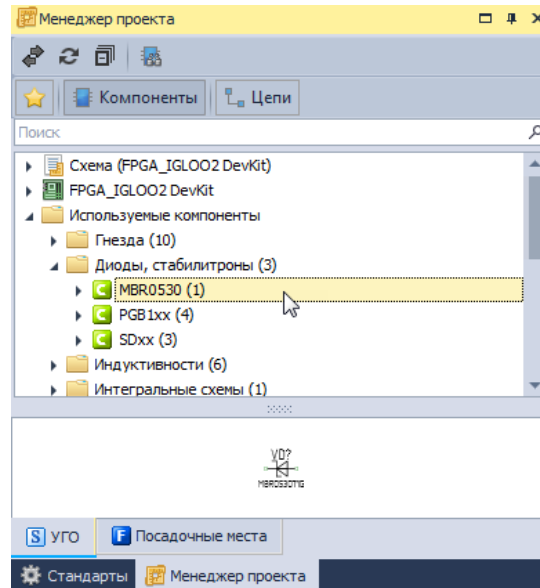

Рис. 91 Выбор группы для размещения из папки «Используемые компоненты»
- В панели «Менеджер проекта» доступна папка «Используемые компоненты», которая отображает компоненты и конкретные радиодетали, использованные в проекте. Здесь можно выбрать группу радиодеталей, относящихся к одному компоненту, и, вызвав контекстное меню, выполнить команду группового размещения, см. Рис. 91.